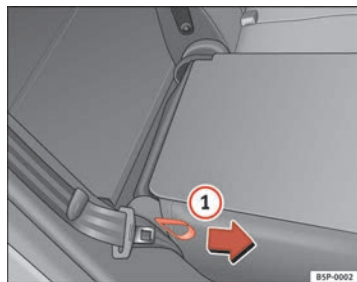

Abb. 100 Umklappen bzw. Aufrechtstellen der Rück Sitzlehne
- Ziehen Sie die seitliche Zugschleife am Sitz ⇒ Abb. 100 ① in Pfeilrichtung und klappen Sie die Lehne hoch, bis sie einrastet.